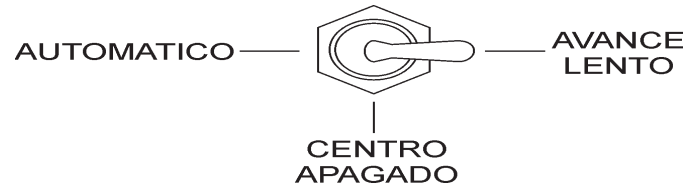

Figura 42. Interruptor de control de tiempo del cilindro (AVANCE LENTO)
1. Para determinar la presión del sistema hidráulico, coloque el **interruptor del control de tiempo del cilindro** (Figura 42) en la posición **AVANCE LENTO**.